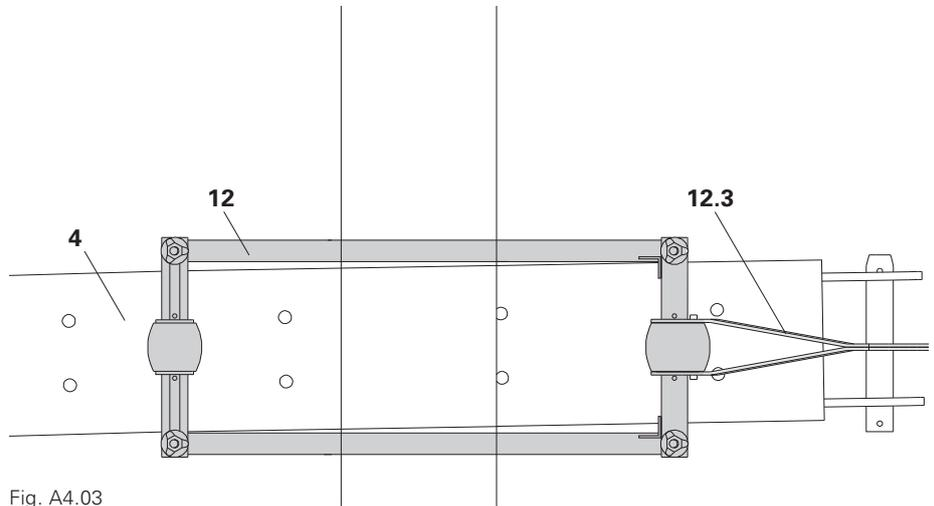

Fig. A4.03
- Lorsque les poutres sablières (4) ne sont pas parallèles, le chariot de ripage (12) bute contre l'aile supérieure de la sablière. Dans ce cas, faire descendre le chariot de ripage et le repositionner. Répéter cette opération à plusieurs reprises. (Fig. A4.03)